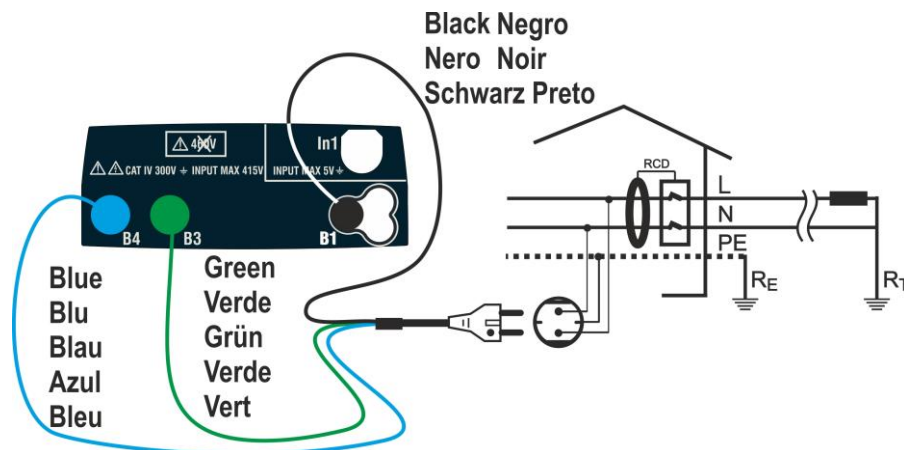
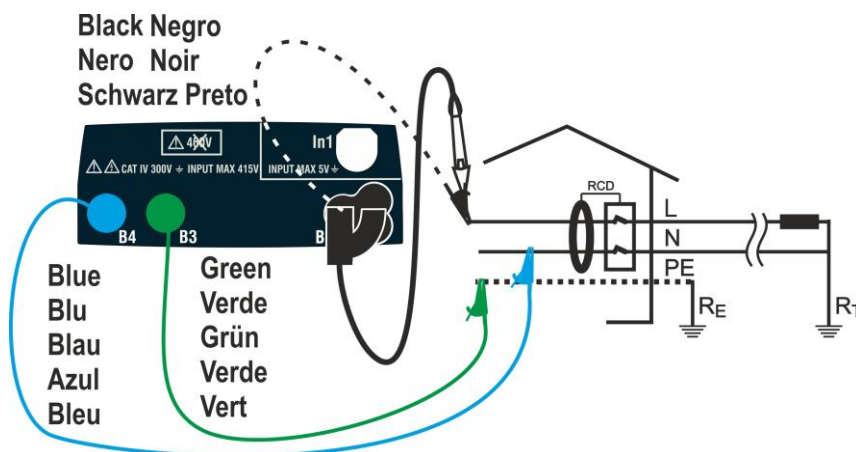
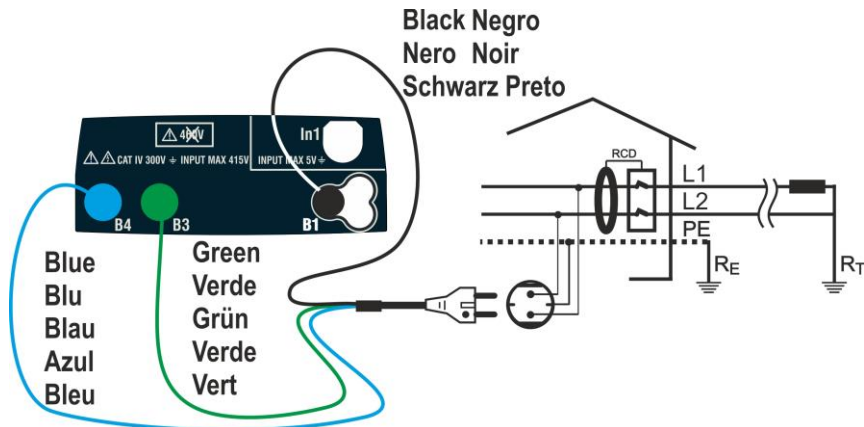
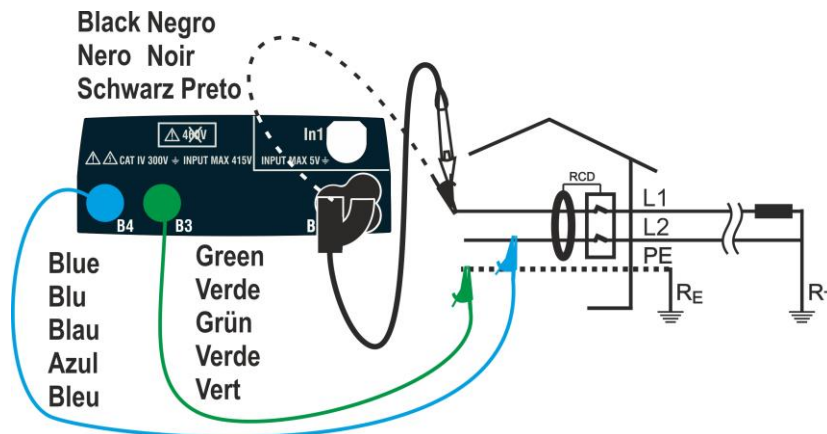

Fig. 4: Collegamento in sistema Monofase L-N-PE tramite spina shuko
Fig. 5: Collegamento in sistema Monofase L-N-PE con cavi singoli e puntale remoto
Fig. 6: Collegamento in sistema Bifase L-L-PE tramite spina shuko
Fig. 7: Collegamento in sistema Bifase L-L-PE con cavi singoli e puntale remoto
- Inserire i connettori verde, blu e nero del cavo shuko a tre terminali nei corrispondenti terminali di ingresso dello strumento B1, B3 e B4. In alternativa utilizzare i cavi singoli ed inserire all'estremità dei cavi rimasta libera i corrispondenti coccodrilli. Eventualmente utilizzare il puntale remoto inserendone il connettore multipolare nel terminale di ingresso B1. Connettere la spina shuko, i coccodrilli od il puntale remoto alla rete elettrica in accordo alle Fig. 4, Fig. 5, Fig. 6 o Fig. 7